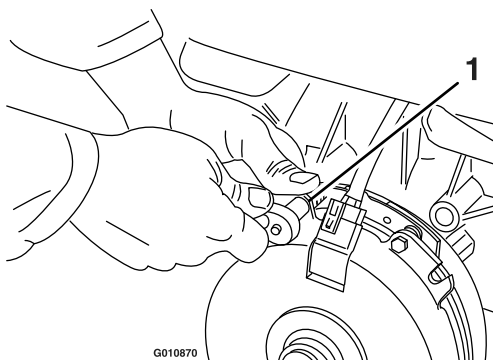

Figure 83
- A. Desserrez les boulons de fixation du frein d'un demi à un tour complet, comme montré à la Figure 83.